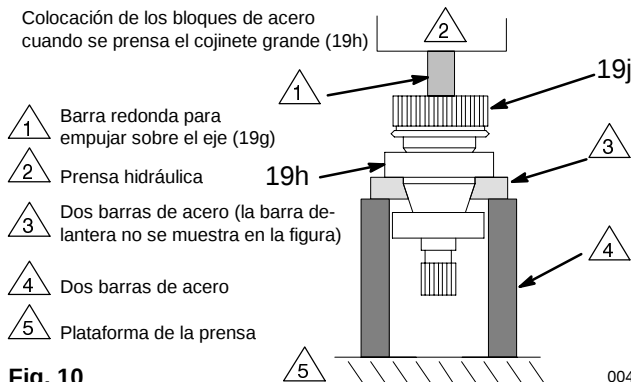

Fig. 10
4. *Utilizando una prensa hidráulica*, coloque el apilamiento de bloques de acero en la cara interna del cojinete grande (19h) y apriete el eje a través del cubo y del cojinete. Después, dé la vuelta al eje, y saque el cojinete pequeño (19f). Vea la Fig. 10.